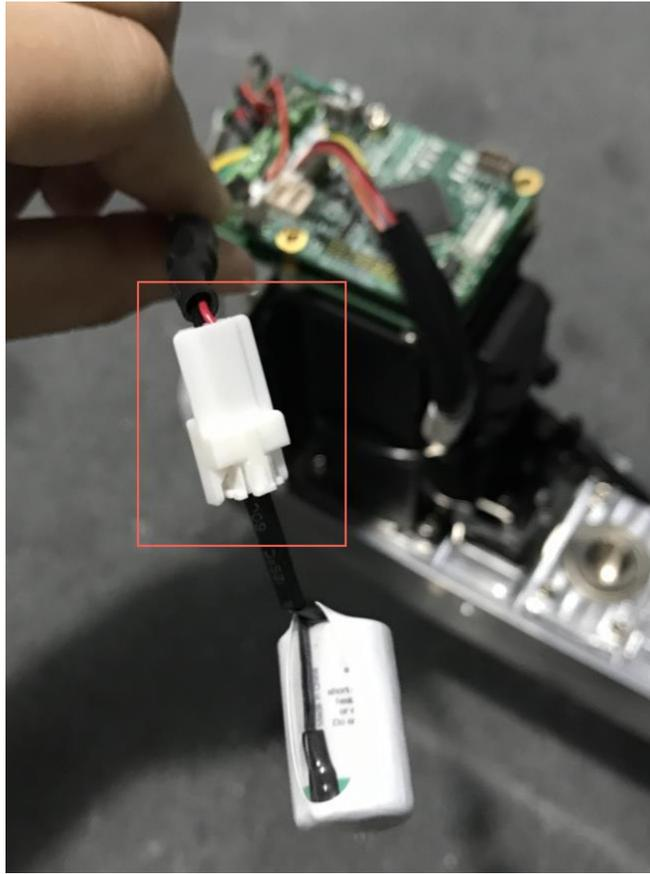

图 7.9 断开电池与电池转接线之间的连接
3. 将电池从电池盒中取出并断开电池与电池转接线的连接，如图 7.9所示。